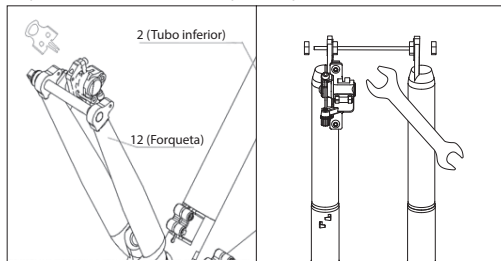

Figura 4-1
- Retire a pastilha de plástico da pinça do travão, como mostra a **Figura 4-1**.